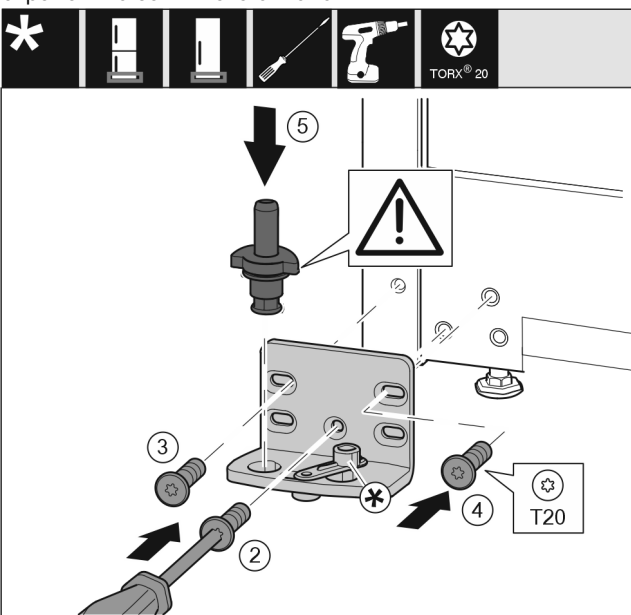

Fig. 16
- ▶ Поставете лагерната стойка от другата страна и я завийте с помощта на отвертка. Започнете с винт Fig. 16 (2) долу в средата.
- ▶ Затегнете винта Fig. 16 (3) и винта Fig. 16 (4).
- ▶ Вкарайте изцяло лагерния болт Fig. 16 (5). При това обърнете внимание на това, фиксиращата гърбица да сочи назад.